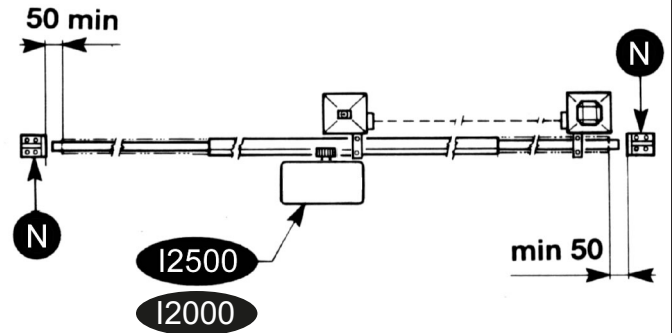

FIG. 2
- Ausser der elektrischen und mechanischen Endschalter, die mit der Steuerung verbunden werden ist es ratsam einen festen Endanschlagpunkt am Boden zu befestigen. Der im gegebenen Fall einer Fehlfunktion der elektronik den Antrieb mit seinen kinetischen und statischer Groesse zum halten bringt (N)(Fig. 2).
Es ist notwendig, am Ende der Führung zwei mechanische Stoppvorrichtungen zu befestigen (N) (Fig. 2).